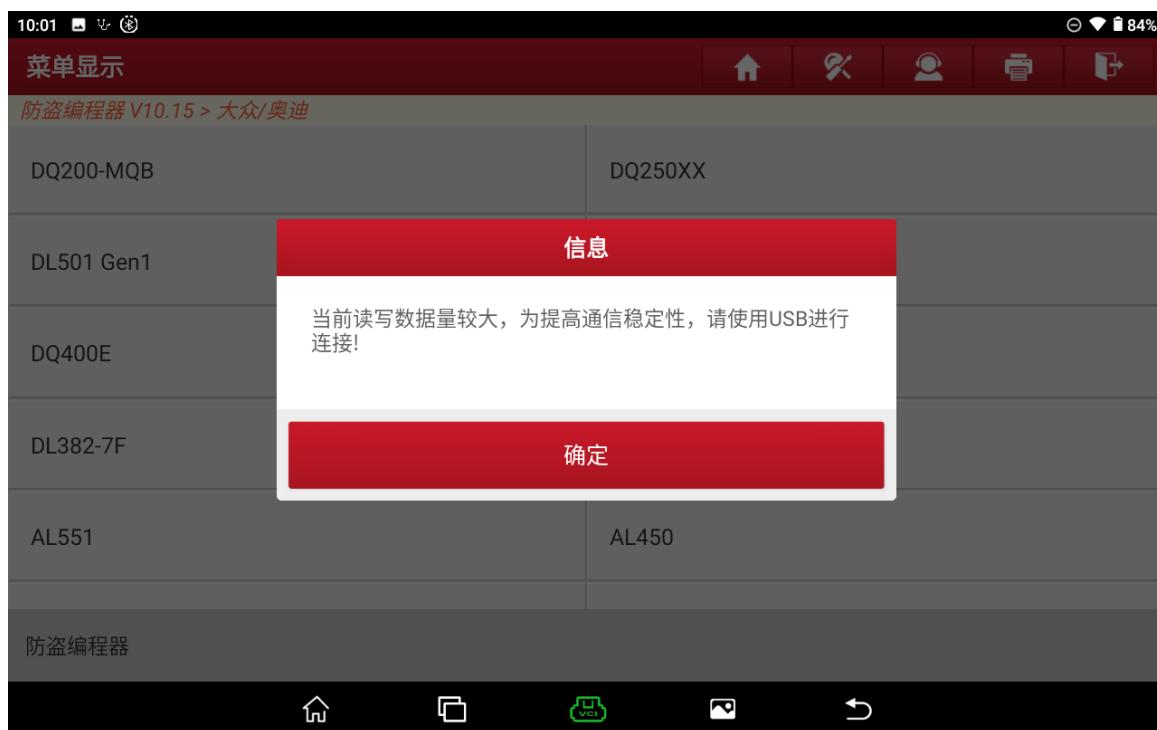

图 5
5. 当前读写数据较大请使用 USB 连接设备和诊断头, 选择“确定”进入, 如图 5;